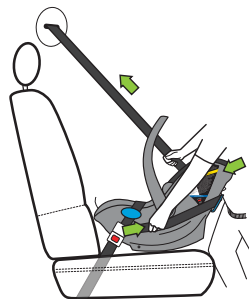

Figura 79
- Use su cuerpo para empujar y mover el portabebé hacia el respaldo del asiento del vehículo mientras tira del cinturón de hombro para eliminar toda la holgura, como se muestra en la **Figura 79**.